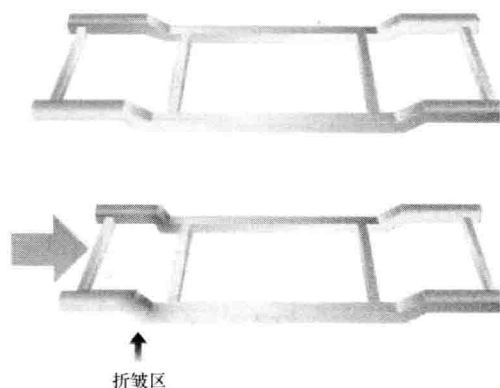

图 1-11 折叠损伤
3) 折叠损伤。当汽车车身部件(结构件、覆盖件)被撞击变形后的长度小于该件的原始长度时,就称其为折叠损伤。折叠损伤基本上都发生在车辆的前部或后部,也就是车身的变形区域内,折叠损伤的特征是车门有可能配合良好,但在翼子板、发动机罩、车架纵梁、行李箱盖等部位会出现折皱或严重的扭曲变形。折叠损伤如图 1-11 所示。